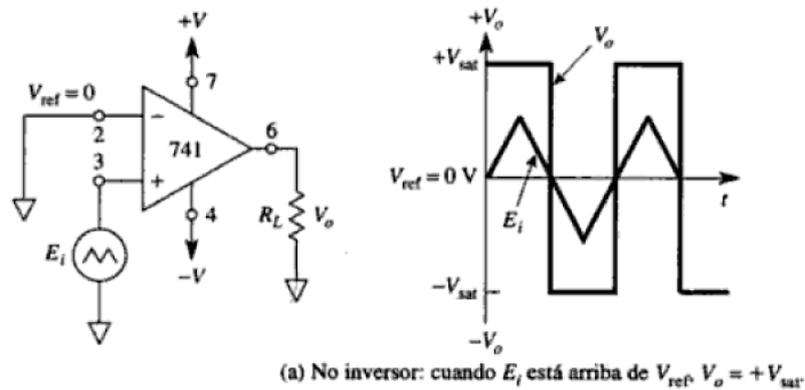

Figura 1. Detector de cruce por cero "no inversor".
- 1) Armar el circuito detector de cruce por cero “no inversor” mostrado en la figura 1, y aplicar las siguientes señales triangular y senoidal de entrada $E_i = 3V_p @ 1KHz$.